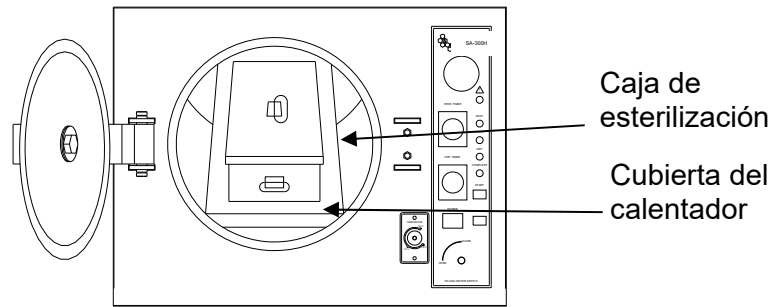

Figura 6
D. Instale la canastilla de esterilización según la Figura 6. (Accesorio estándar)